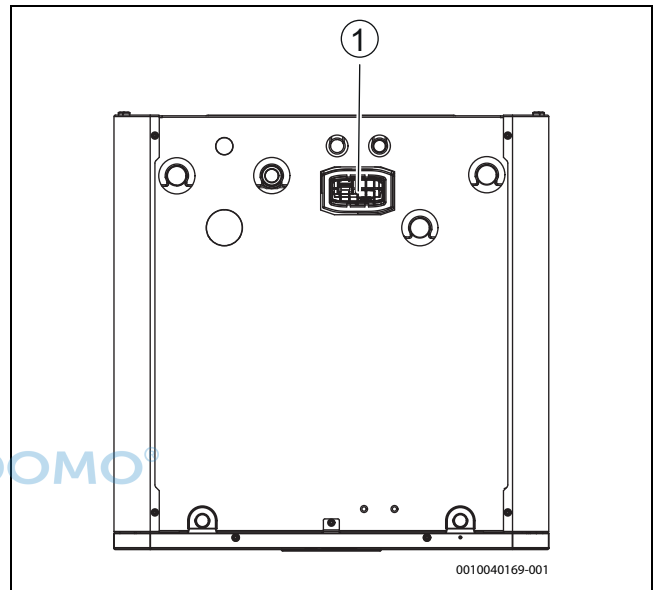

Bild 14 Halter für Connect-Key K 30 RF
- ▶ Modul in den Halter einsetzen (→ [1], Abbildung 14). Wenn das Modul richtig eingesetzt wurde, blinkt eine LED.